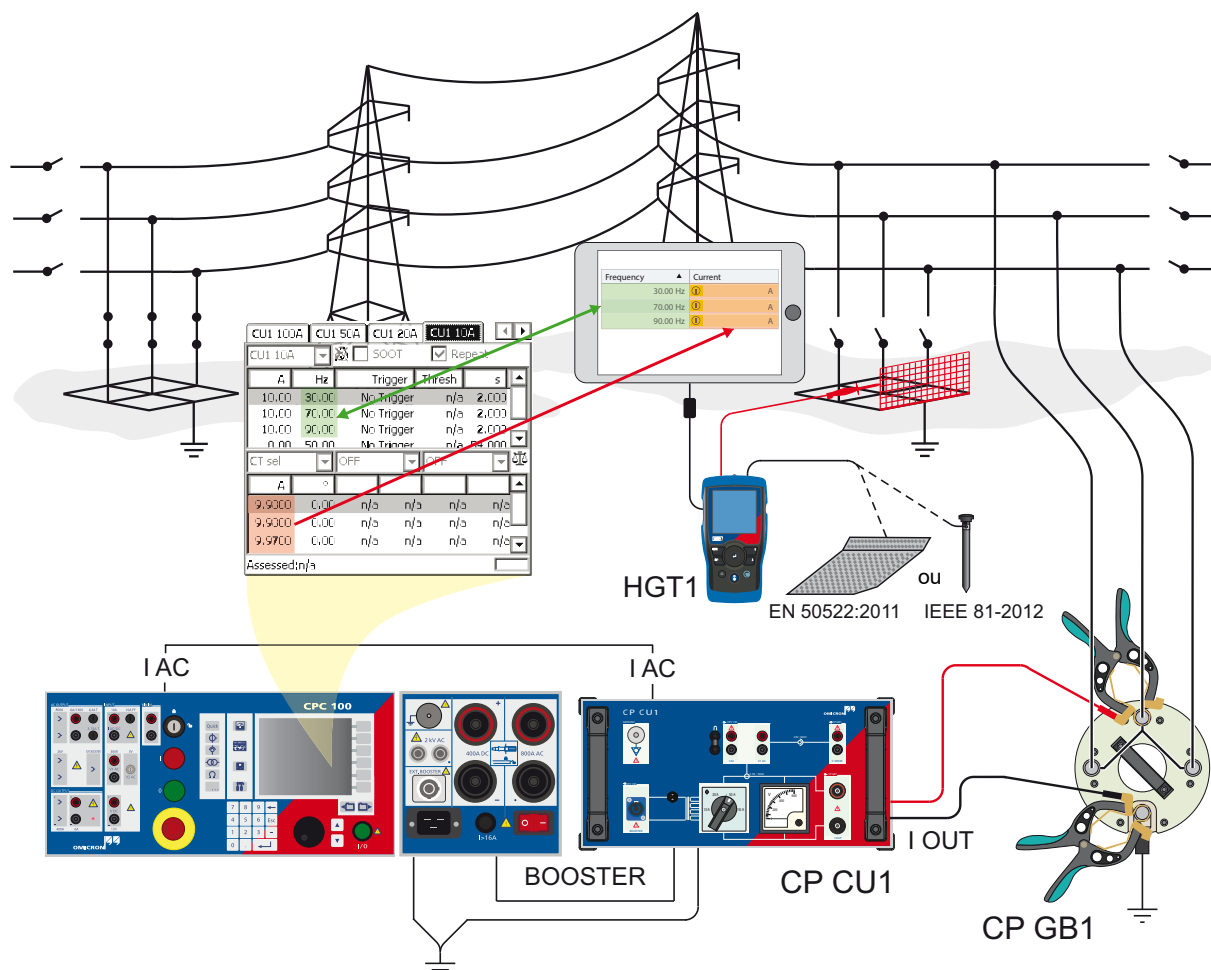

Figure 5-23: Configuration de la mesure de tension de contact et de pas lors de l'utilisation de *PTM* sur une tablette
2. Si le critère 3 est satisfait, réaliser le montage de mesure comme illustré à la figure 5-23 ci-dessous.